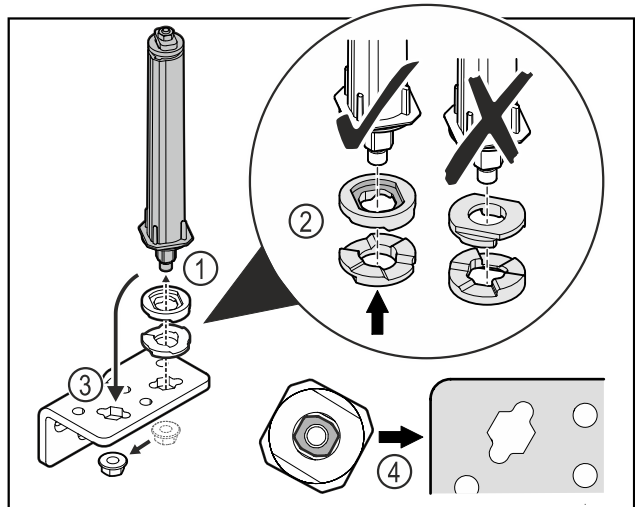

Fig. 33
- Mutter lösen und Türschließsystem entfernen Fig. 33 (1).
- Auf die korrekte Ausrichtung der Höhenverstelleisen achten Fig. 33 (2).
- Türschließsystem im Scharnierwinkel umsetzen und mit der Mutter fixieren Fig. 33 (3).
- Beim Einsetzen auf die korrekte Ausrichtung des Türschließsystems achten Fig. 33 (4).